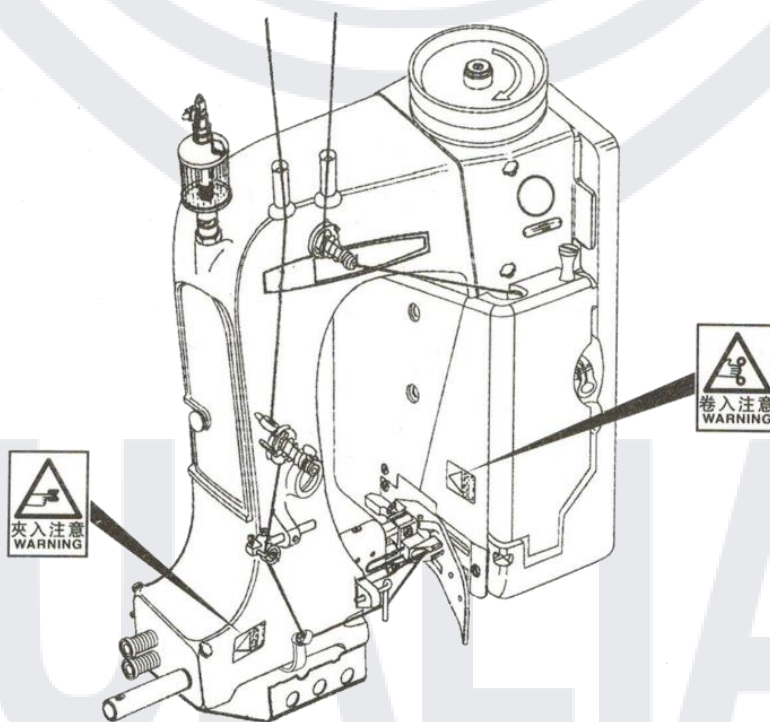

Рис. 1
1.2 Предупредительные знаки (Рис. 1)